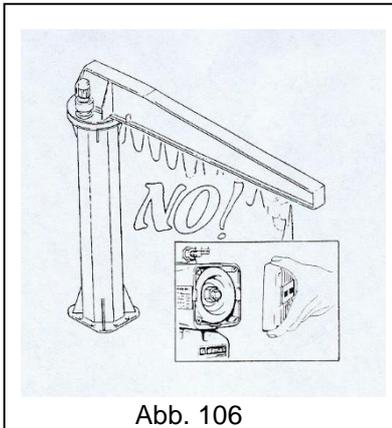

Abb. 106
- **NIEMALS** die Sicherheitsvorrichtungen (Endschalter, Lastbegrenzer mit Rutschkupplung usw.) verändern, verstellen oder umgehen (Abb. 106).